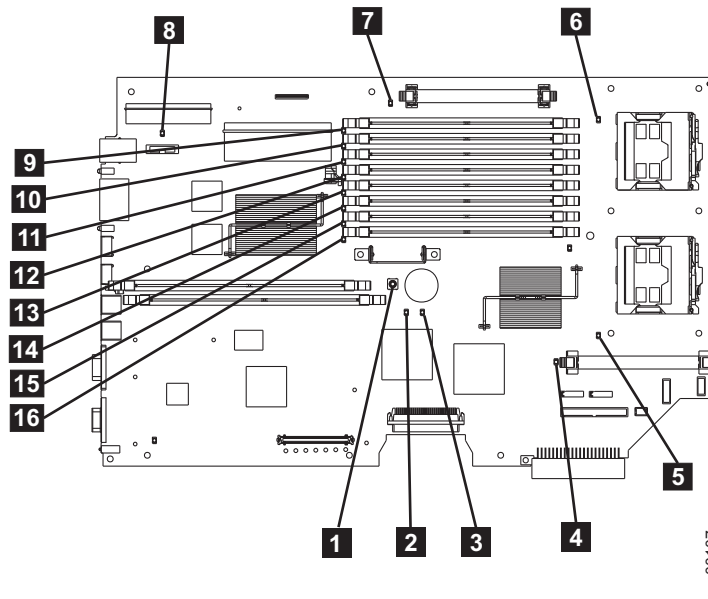

図 102. SAN ボリューム・コントローラー 2145-8F2 および SAN ボリューム・コントローラー 2145-8F4 システム・ボード LED
はい 337 ページの表 63 を参照にして、特定のライト・パス診断 LED 用に指定されたアクションを実行して、ステップ 3 (339 ページ) に進みます。アクションによっては、システム・ボード上またはファン・バックプレーン上の LED 状態を監視する必要があります。システム・ボード LED の位置は、336 ページの図 102 に示されます。ファン LED はそれぞれのファンに隣接して配置されています。必要な LED を表示するには以下を行います。
- d. ライト・パス診断ボタン **1** を押します。336 ページの図 102 を参照してください。